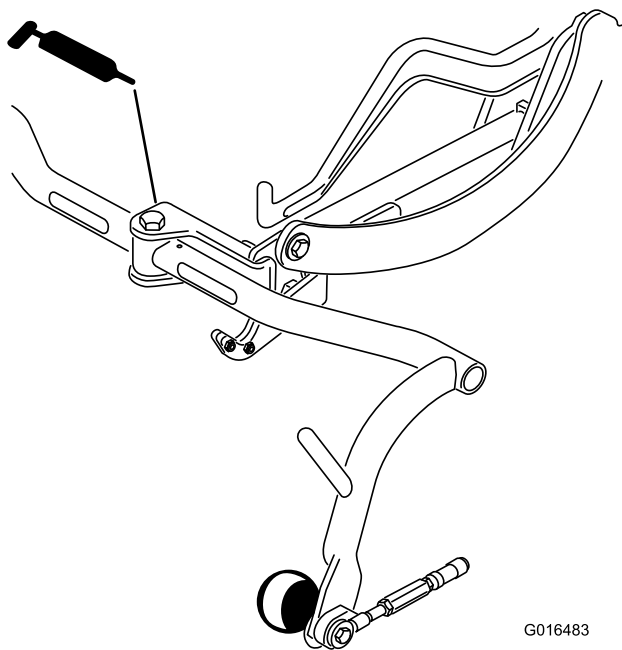

Figura 29
- Pivote del bastidor de tiro (3) (Figura 29)